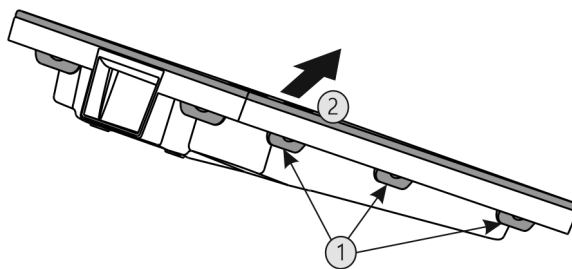

Fig. 82
- ▶ Tryck på alla flikar Fig. 82 (1) efter varandra och ta bort täcklocket Fig. 82 (2).